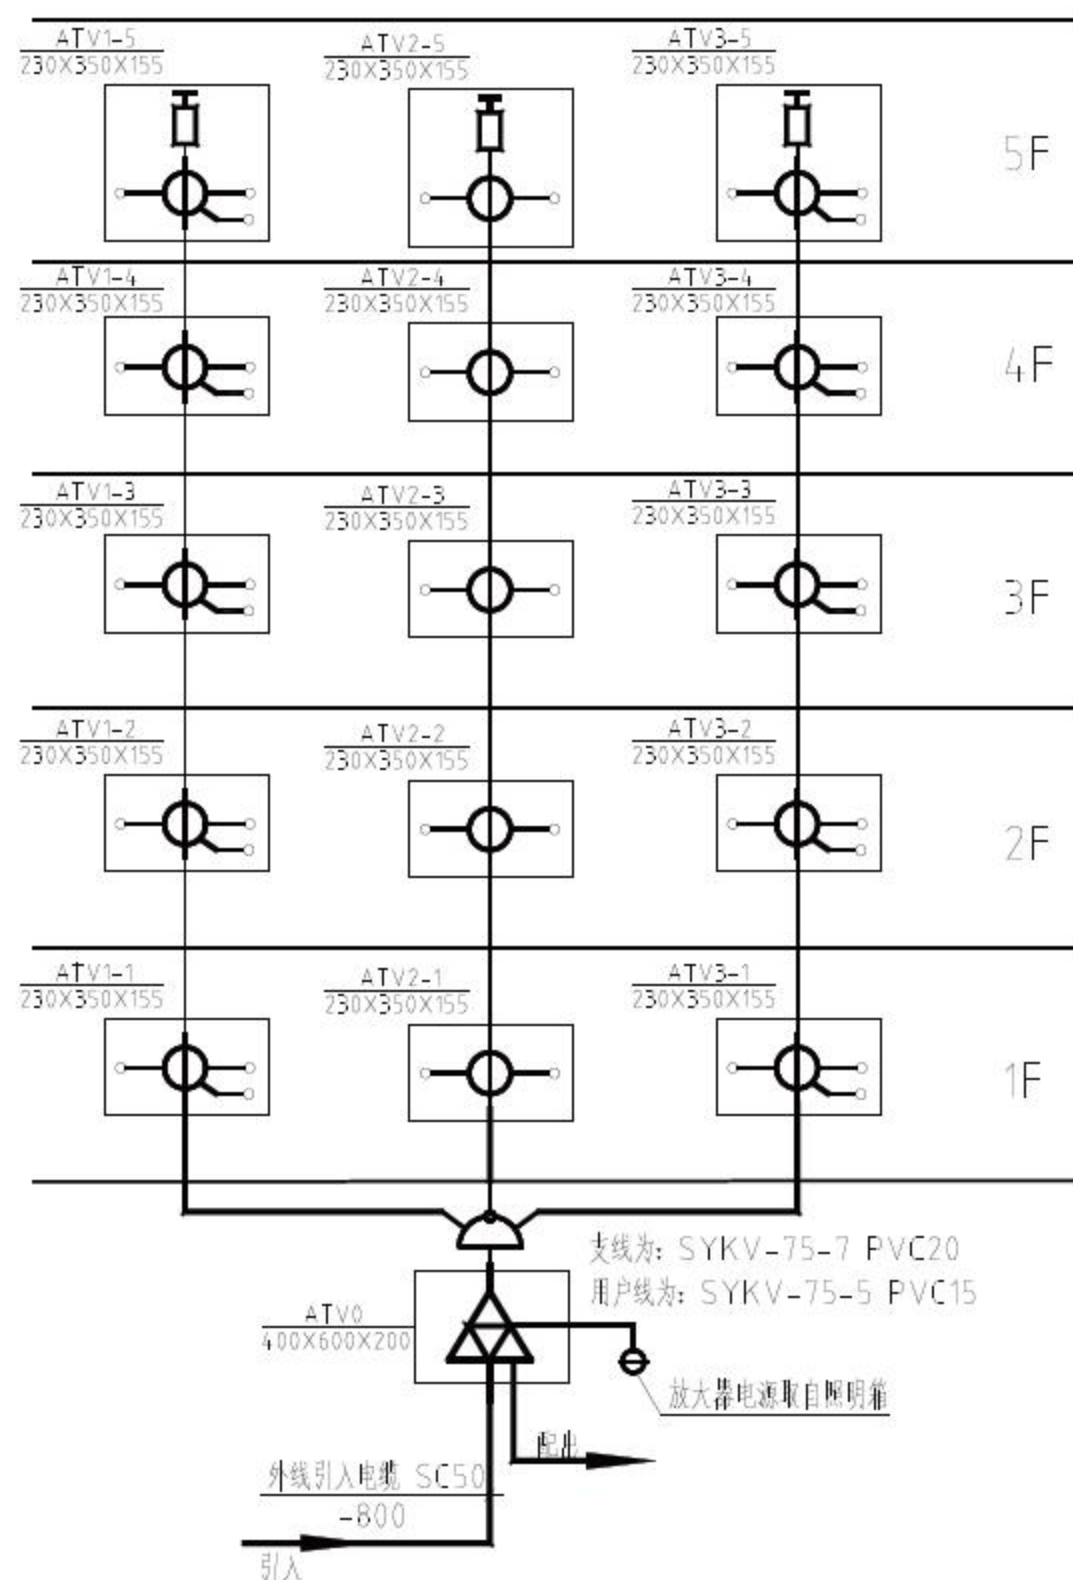

图13-41 标注文字
- 01 调用MT【多行文字】命令，绘制元件及线路的标注文字，结果如图13-41所示。